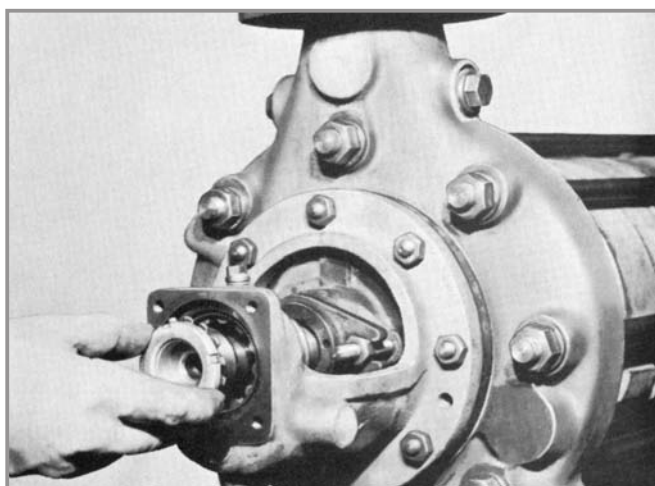

Fig. 55 - Montagem da luva de trava (52-4) e o anel interno do rolamento (322)
27. Montar no eixo a luva de trava (52-4) (que engloba a chapa de segurança e porca de mancal) e o anel interno do rolamento (322) (vide Fig. 55).